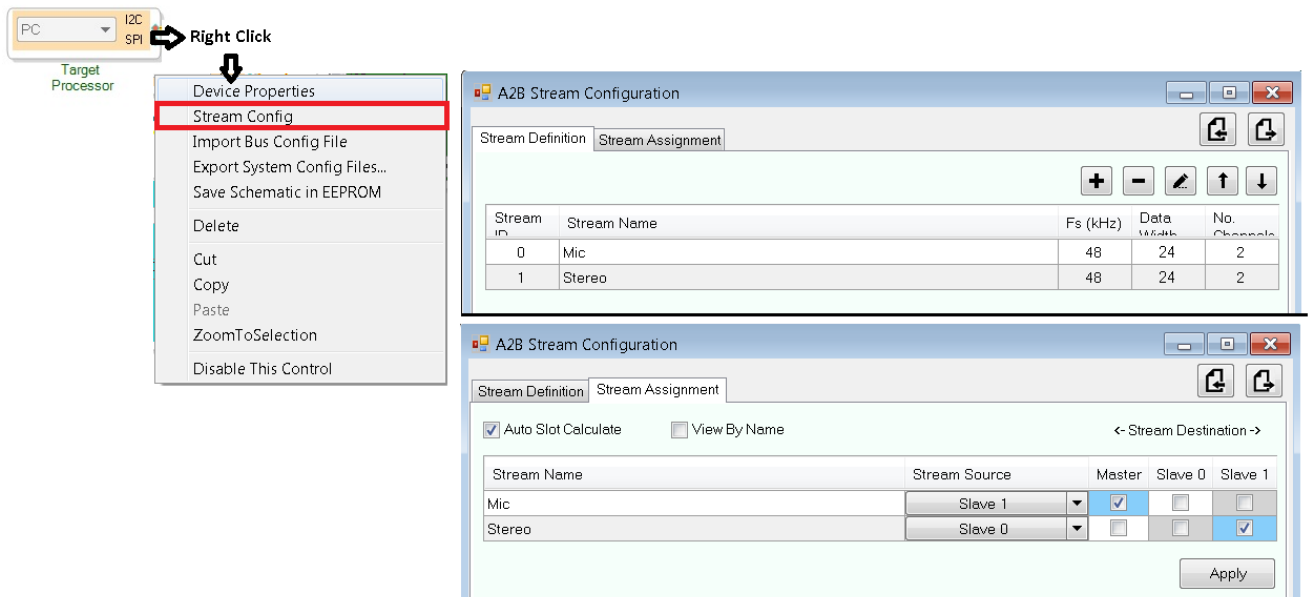

図6: ストリーム構成
8. *Stream Config* タブ (Target Processor を右クリック → Device Properties → Stream Config の順に操作) を使用して、ノードの両端でのオーディオ・ストリームを定義します (図 6)。ストリーム割り当てにより、ノードの両端でのアップストリームとダウンストリームのスロット設定値が設定されます。